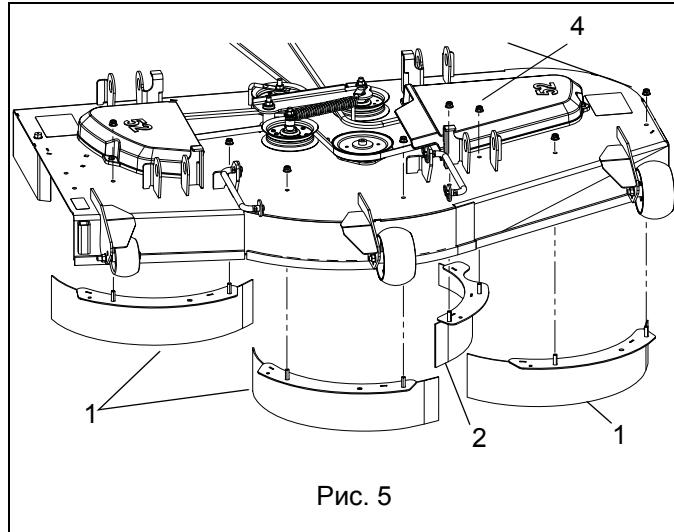

Рис. 5
- Установите три универсальных дефлектора (поз. 1) и центральный дефлектор (поз. 2) с нижней стороны платформы. Закрепите при помощи восьми стопорных гаек с верхним фланцем $5/16"$ (поз. 4). См. Рис. 5.